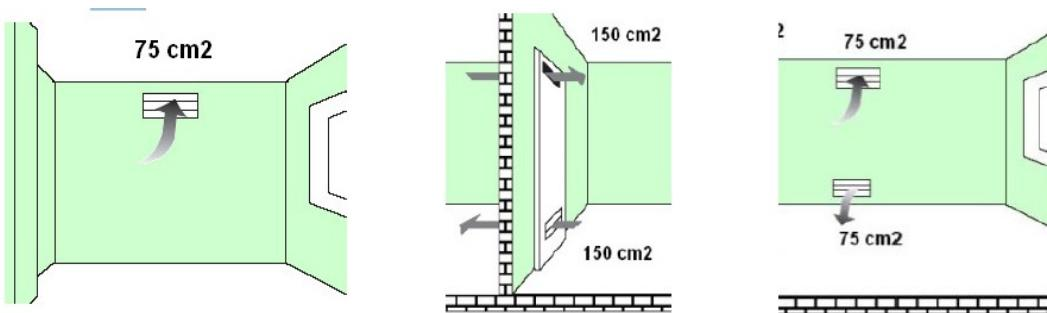

Рис. 1
- Вентиляционная решетка должна находиться близко к кухонному полу и выходить наружу, ее минимальная площадь должна равняться 75 см2. ( рис. 1 )